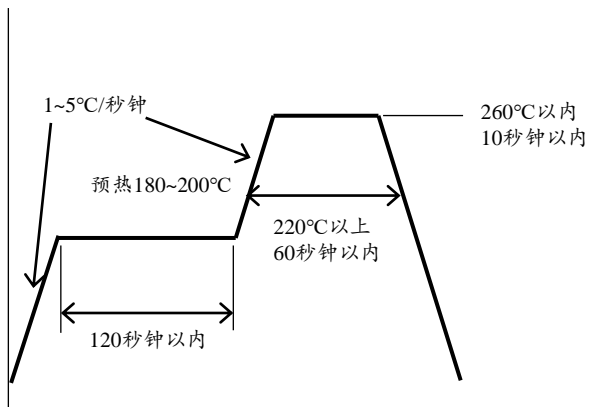

图9. 回流焊条件（日亚推荐）
- 2) 关于回流焊温度曲线，应该在参照图9的基础上，根据使用的焊料进行设定。